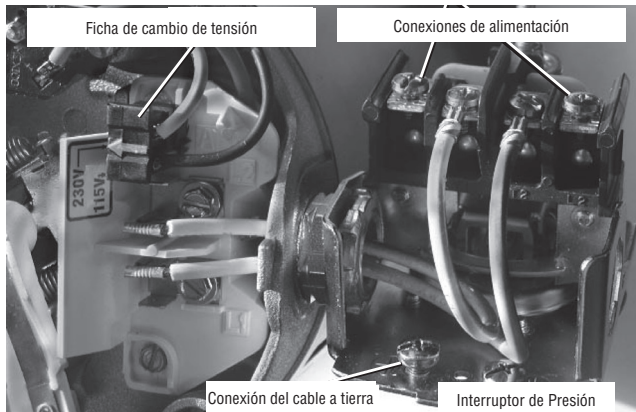

Figura 14 - Tensión configurada para 230 V, tipo ficha.
4. Conecte los conductores de alimentación a los dos tornillos exteriores en el manóstató según se ilustra en el Figura 14.
5. Conecte el cable a tierra a una de las conexiones a tierra según se ilustra en la Figura 14.